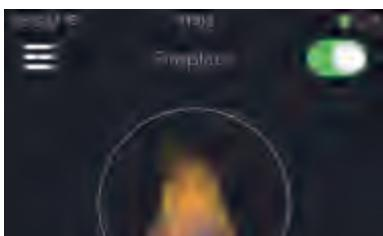

Fig. 7 Connecté au foyer et
8. Assurez-vous que le bouton à droite est mode "MARCHE" (Fig.7)